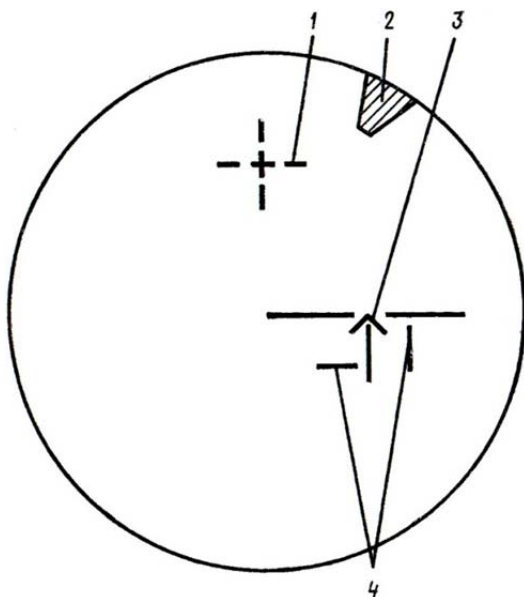

Рис. 2.39. Вид поля зрения дневного режима работы ППН 1К13:
– выверочное перекрестие 1 (рис. 2.39), предназначенное для выверки линии визирования дневного режима работы ППН 1К13 относительно канала ствола пушки. Выверочное перекрестие расположено так же, как и прицельная марка, в поле зрения ночных режимов работы при ее нулевой устакановке;